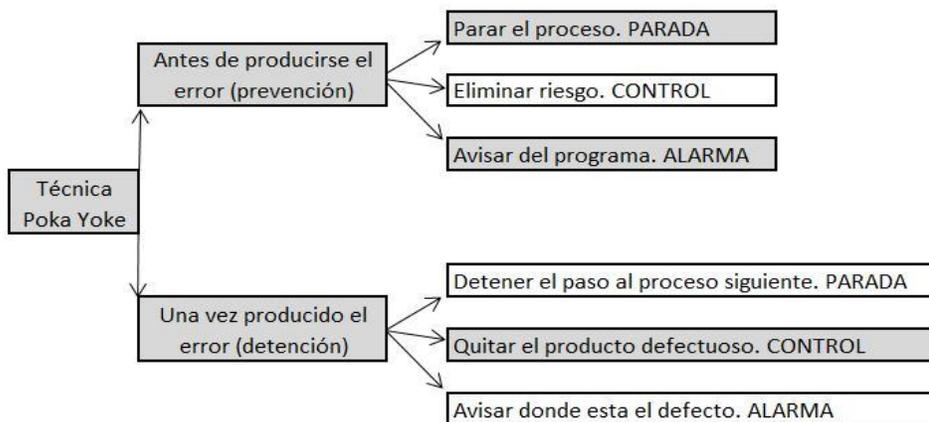

Figura 1 Diferenciación según cuándo detecta el defecto [9].
b) Detectar el defecto: el error es mejor encontrarlo antes de que se produzca. De lo contrario perderemos mucho en el reproceso como materiales, mano de obra y dedicación. La siguiente figura (Figura 1) nos muestra de forma simple que el método puede usarse antes o después de producirse el error.